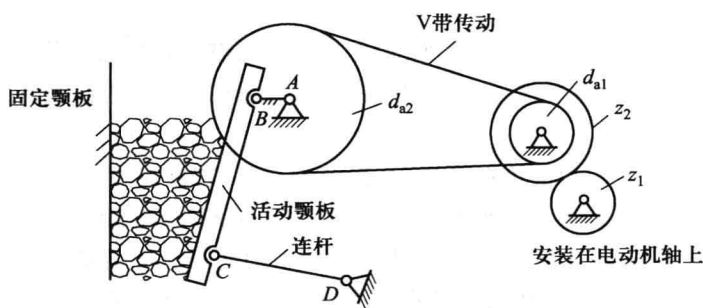

图 15.4
(1) 矿石破碎机的传动系统设计
① 传动系统方案：电动机→齿轮传动→V带传动→连杆机构→活动颚板与连杆固连。其传动简图如图 15.4 所示。